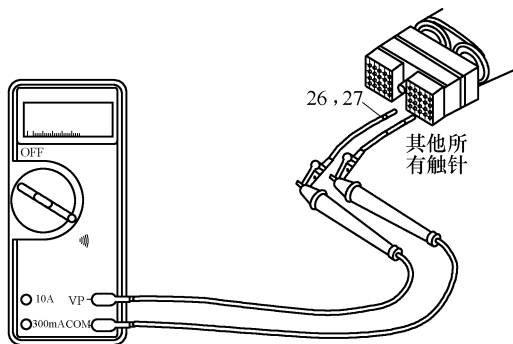

图 5-54 分别测量触针 26、27 与插头中其他所有触针之间的电阻
(4) 检查触针之间是否短路 分别测量 ECM 插头上触针 26、27 与该插头中其他所有触针之间的电阻(图 5-54), 均应大于 $100k\Omega$ 。如果电路不是开路, 维修或更换 OEM 线束。